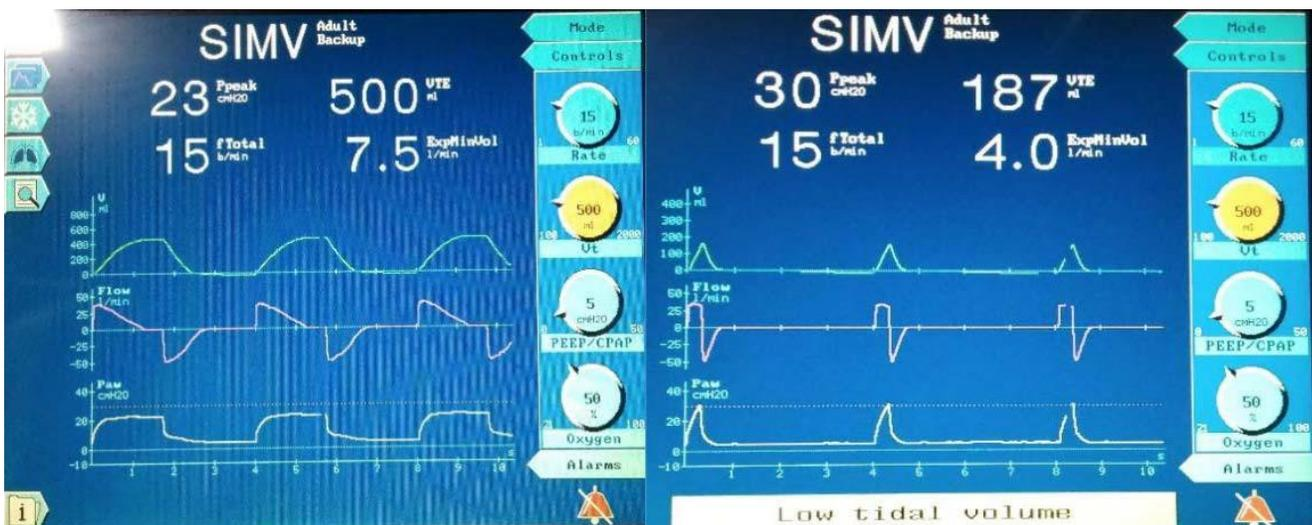

Figura 20. Pressão de ciclagem com pressões de pico definidas em 30 cmH2O
- (4) Pressão: A ciclagem ocorre após uma pressão predefinida ser atingida (Figura 20). Isso reduz o risco de barotrauma. Se a pressão das vias aéreas exceder o máximo definido, o ventilador irá ciclar até a expiração, independentemente do volume corrente atingido. Assim, altas pressões nas vias aéreas podem levar à interrupção prematura da inspiração, causando um grau de hipoventilação.